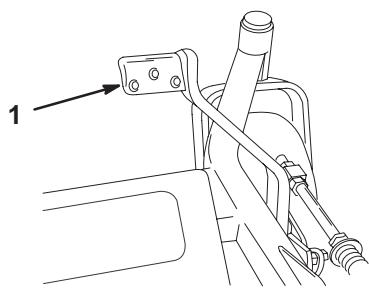

Figure 28
2. Appuyez sur la commande d'accessoire tout en tirant sur le levier de sélection de hauteur de coupe (Fig. 28).